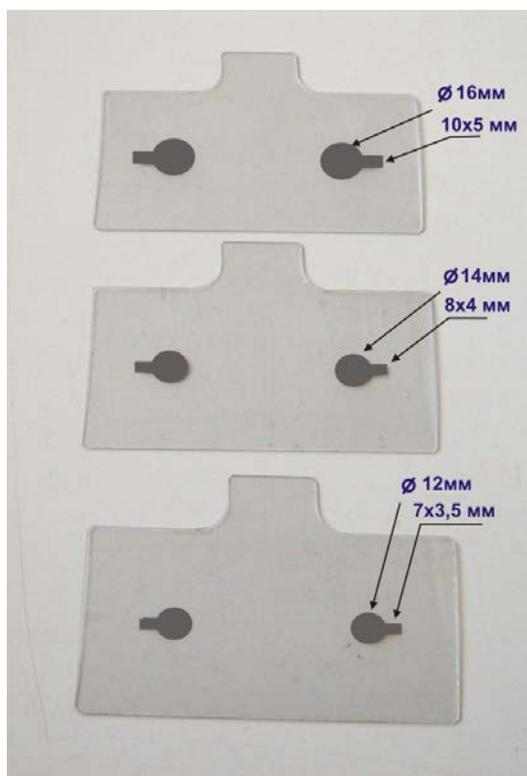

Рис.6. Пластиковые карты с тест-объектами.
В комплекте устройства - три пластиковые карты. На каждой нанесены по два тест-объекта (для правого и левого глаза). Карты отличаются геометрическими размерами тест-объектов (см. рис.6 и таблицу на стр.4).
Тест-объекты имеют вид круглой "теннисной ракетки" серого цвета. Причём "ручка ракетки" для левого глаза повернута влево, а для правого глаза - вправо (рис.6).
**Примечание:** Для первых процедур выбирается карта с тест-объектами, имеющими максимальные геометрические размеры (см. табл. на стр.4 и рис.6), а затем, по мере возрастания номера процедуры с помощью замены карт применяются тест-объекты со всё меньшими геометрическими размерами.